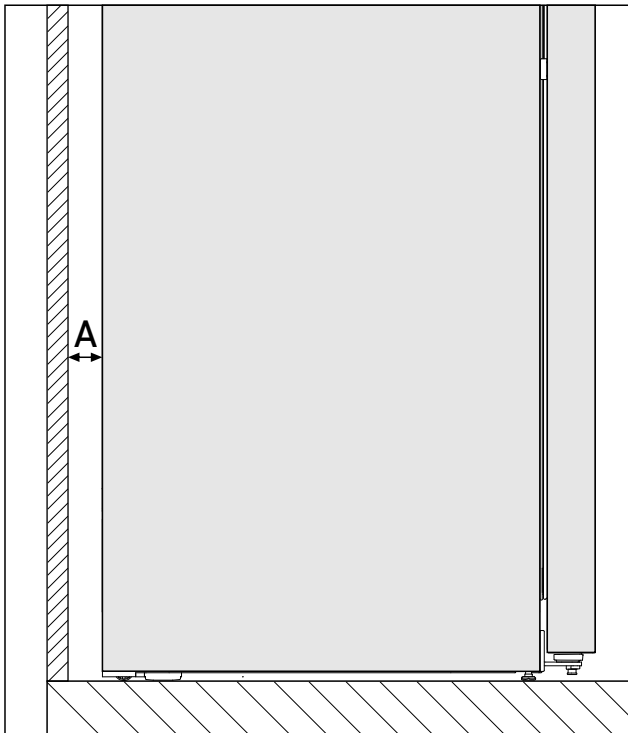

Fig. 3 *
Het energieverbruik is bepaald met een afstand tot de muur Fig. 3 (A) tussen de apparaatchterzijde en wand bepaald. Als de afstand tot de muur kleiner is dan Fig. 3 (A) heeft dit geen invloed op de werking van het apparaat, maar bij een kleinere afstand tot de muur neemt het energieverbruik enigszins toe.*